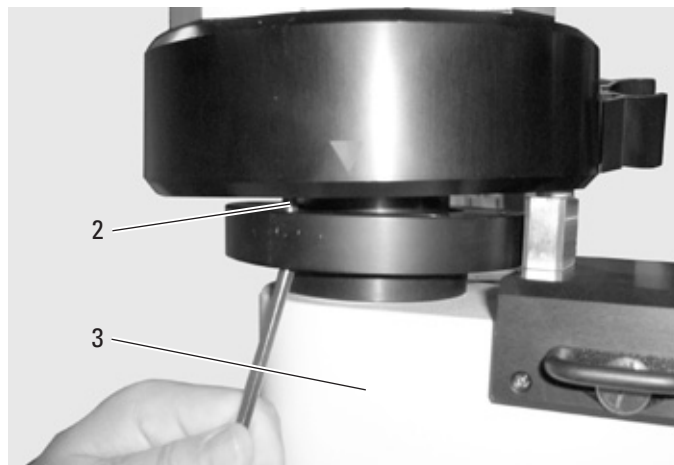

Bild 3
⇒ Horizontalarm (3) mit 6 Schrauben M6 (2) mit 10 Nm Drehmoment an Telescope Mount schrauben (Bild 3).